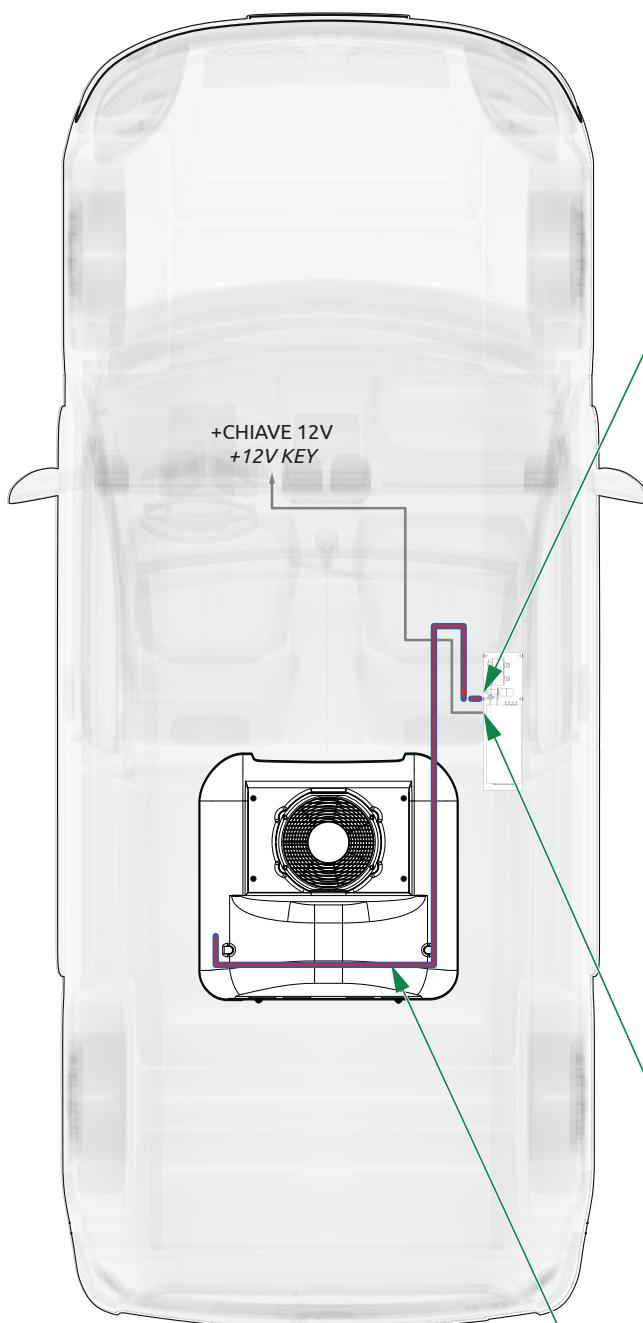
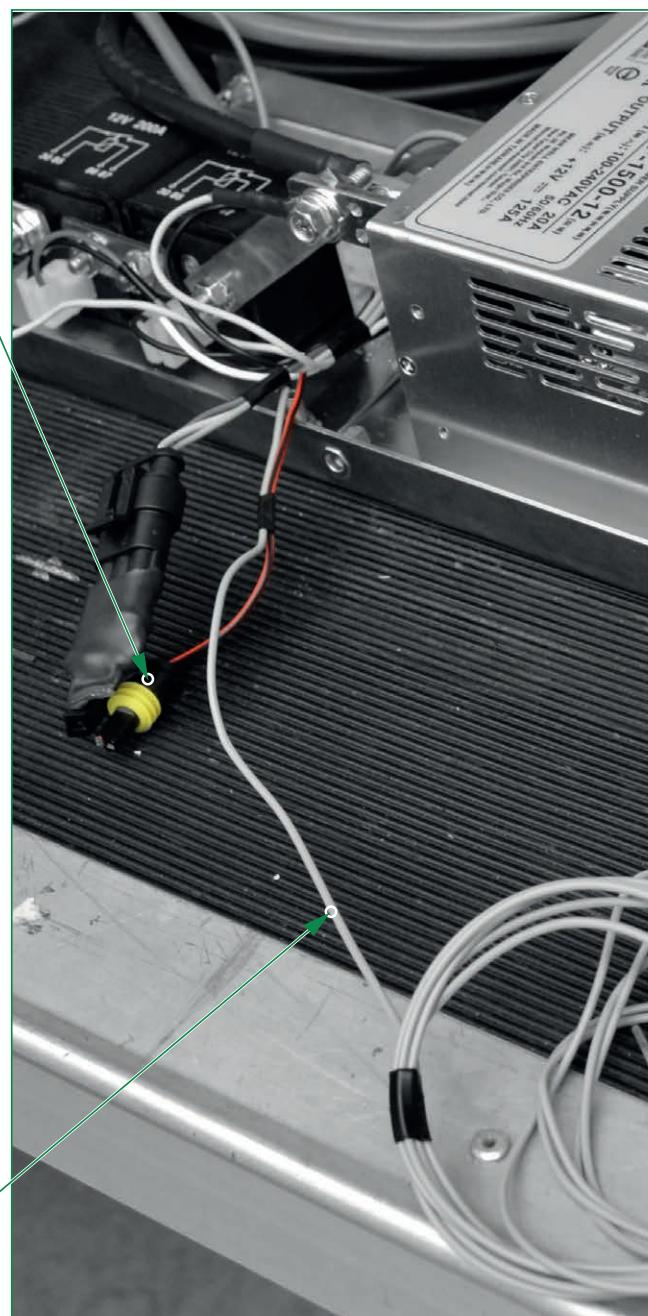

Fig.8
Fig.9
Collegare il cavo +chiave 12V (**Rif.103**) (proveniente dal condensatore) al connettore del cavo (**Rif.5**) sull'alimentatore (**Fig.8 - Fig.9**).
Collegare il cavo (**Rif.6**), proveniente dall'alimentatore, al +chiave 12V del veicolo (**Fig.8 - Fig.9**).
*Connect the cable +key 12V (**Ref.103**) (coming from the condenser) to the cable connector (**Ref.5**) on the power supply (**Fig.8 - Fig.9**).*
*Connect the cable (**Ref.6**), coming from the power supply, to the +key 12V of the vehicle (**Fig.8 - Fig.9**).*